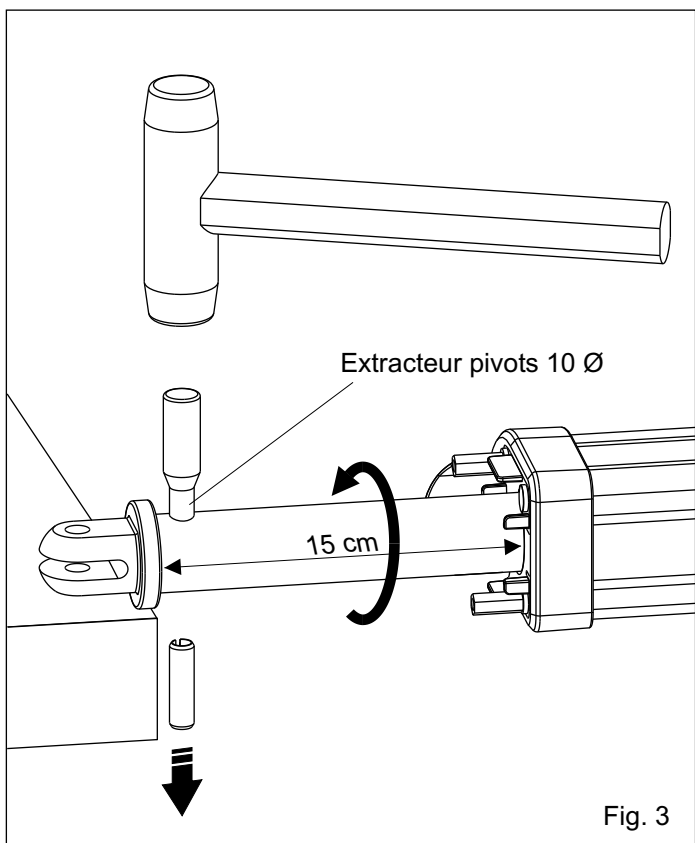

Fig. 3
3. Tourner en sens horaire la tige pour la faire sortir de 15 cm et extraire le pivot de serrage de la fourche antérieure en utilisant un extracteur de pivots de Ø 10 et un marteau (Fig. 3) **ATTENTION:** Vérifier que tout le travail soit effectué sur une surface très solide.